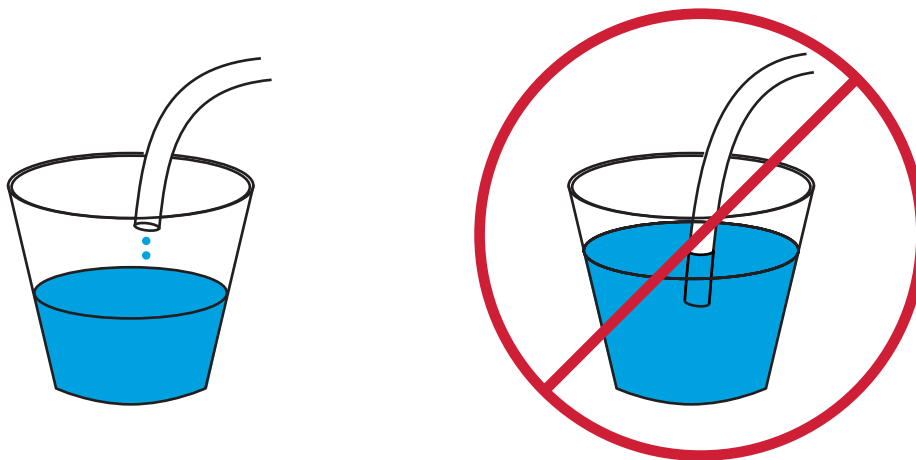

Figura 30. Tubo de goteo colgado correctamente (izquierda) y sumergido incorrectamente (derecha)
- El extremo abierto de los tubos no se sumerge en el contenedor de drenado (**Figura 30**, "Tubo de goteo colgado correctamente (izquierda) y sumergido incorrectamente (derecha)," en la página 62).